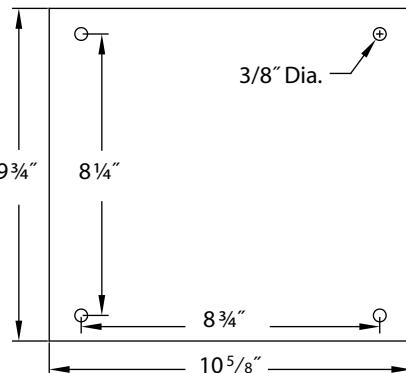

Figura 3 – Dimensión de base y montaje de agujeros.
Consulte Figura 3.
- La Figura 3 muestra las dimensiones de la base y los agujeros de montaje. Consulte Especificaciones para espacio requerido para permitir la asamblea de perno en posición horizontal y vertical.